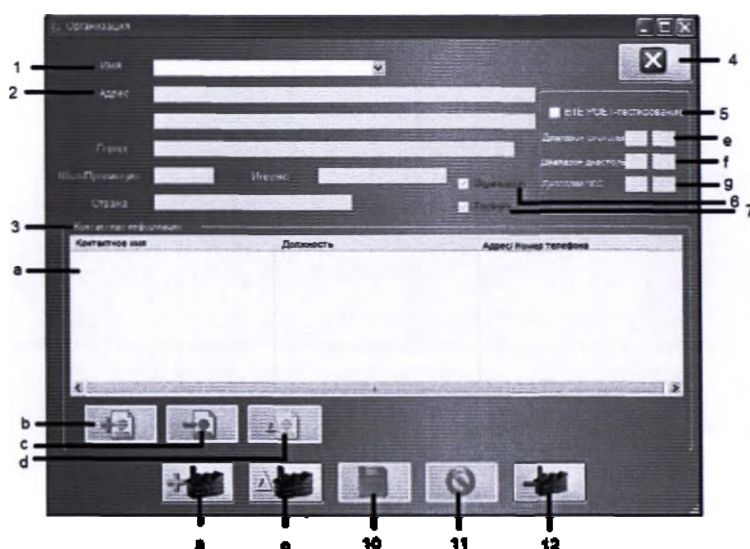

Рисунок 2-55. Работодатели/организации
A. ЭКРАН ПРОСМОТРА ИНФОРМАЦИИ О РАБОТОДАТЕЛЯХ/ОРГАНИЗАЦИЯХ (РИСУНОК 2-55)